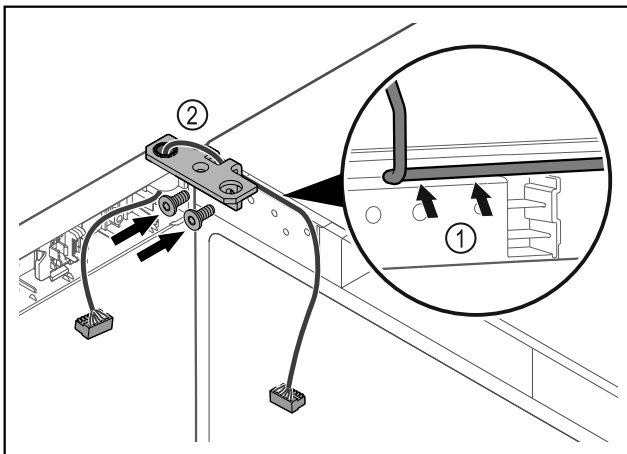

Fig. 40
- Kabel durch die Ausparung des Scharnierwinkels führen und vorsichtig verlegen Fig. 40 (1).
- Scharnierwinkel Fig. 40 (2) anschrauben.